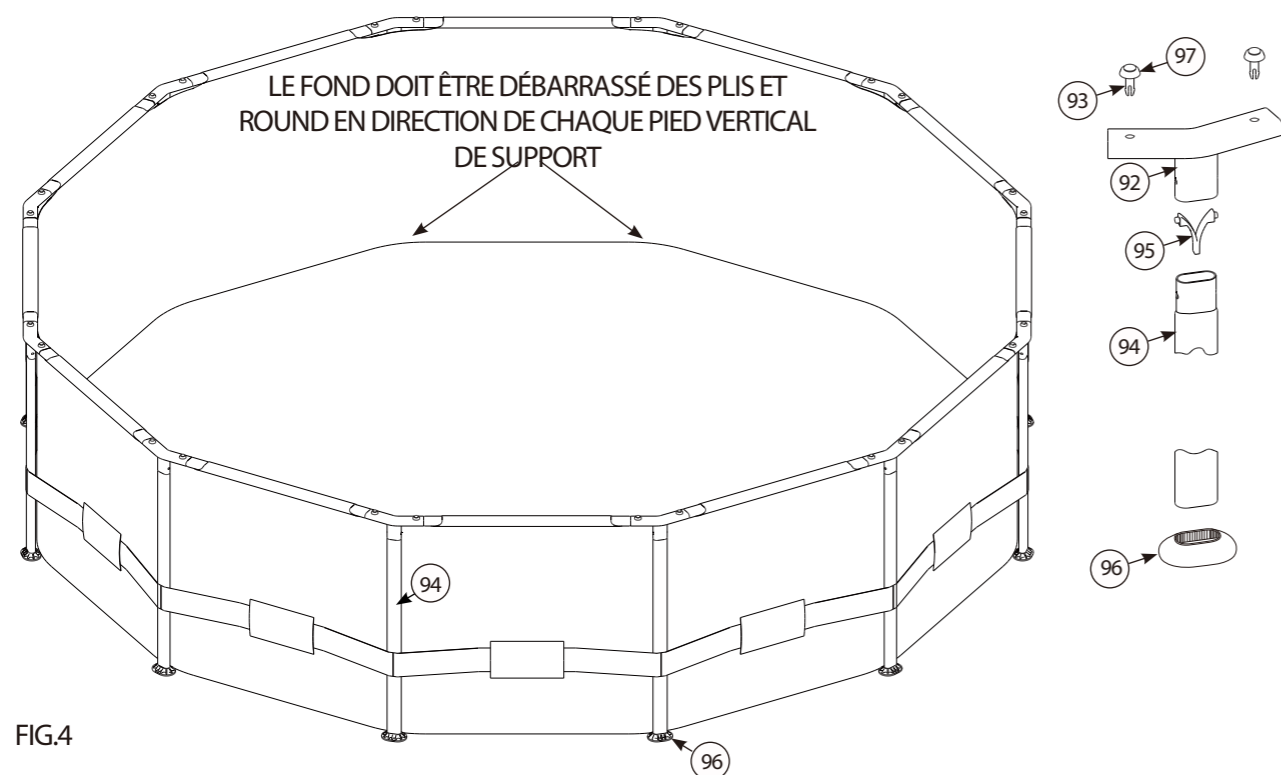

FIG. 4
- D. Dès que le cadre supérieur est connecté, repérez les Pieds Verticaux (94). Ces derniers sont pourvus d'un Clip-V (95) pré-installé dans chaque extrémité supérieure. Premièrement insérez les Pieds à travers la ceinture montée à mi-hauteur tout autour de la piscine, voir **Fig. 4.** Ensuite introduisez chaque Pied dans un Raccord-Té, poussez les boutons en introduisant chaque Pied, tournez les Pieds pour aligner les boutons avec les trous des Raccords-Té jusqu'à blocage ferme. Finalement, installez le bas des Pieds Verticaux dans les Sabots (96) autant qu'ils puissent pénétrer.
- F. Vérifiez que le drain est sûrement bouchonné avec le bouchon bien en place. Commencez le remplissage de la piscine en eau. NOTE: DÈS QUE L'EAU ATTEINT ENVIRON 1 POUNCE AU-DESSUS DU FOND, ARRÊTEZ LE REMPLISSAGE ET LISSEZ LES PLIS AU FOND DE LA PISCINE TOUT EN VOUS ASSURANT QUE LE FOND EST PLAT ET ÉGALÉMENT ROUND DANS TOUTES DIRECTIONS. VOIR **FIG. 4** CI-DESSOUS.